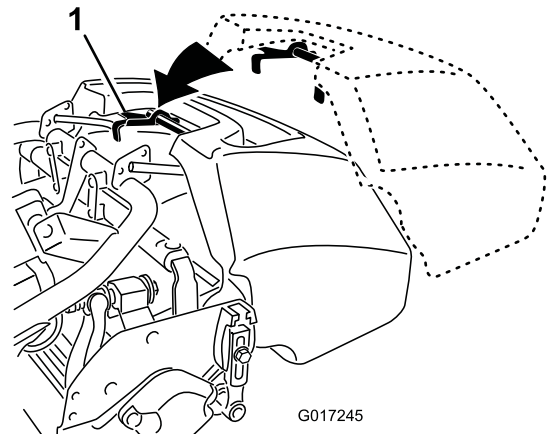

Figura 14
2. Oriente o rebordo do cesto entre as placas laterais da unidade de corte e sobre o rolo frontal (Figura 14).
3. Instale os ganchos do cesto por cima do arco da estrutura (Figura 14).